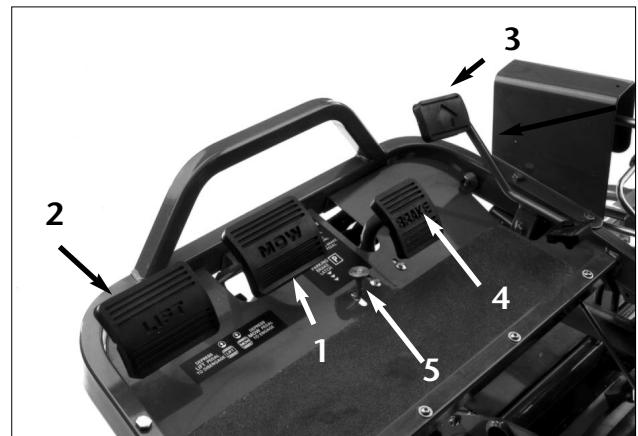
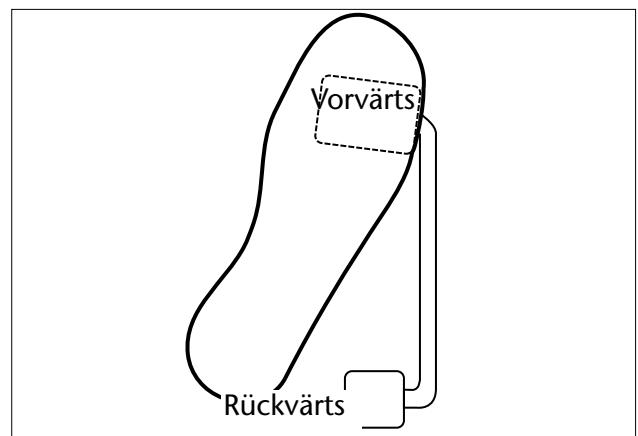

Bild 4
Bild 5
**MÄHPEDAL** (Bild 4)— Durchdrücken des Mähpedals GANZ nach unten während des Betriebs führt zum Absenken und Anstellen der Mähspindeln.
**BREMSPEDAL** (Bild 4)— Das Bremspedal aktiviert eine Trommelbremse nach Automobilart.
**HUBPEDAL** (Bild 4)— Drücken des Hubpedals während des Betriebs bringt die Spindeln zum Stillstand und hebt die Mähspindeln an. Das Hubpedal muß GANZ durchgedrückt werden, bis sich die Spindeln angehoben haben und vollständig zum Stillstand gekommen sind.
**FESTSTELLBREMSKNOPF** (Bild 4)— Durchdrücken des Bremspedals zum Aktivieren der Bremsen und nachträgliches Drücken des Feststellbremsknopfes hält die Bremsen zum Parken aktiv. Durch Drücken der Bremsen wird die Feststellbremse wieder gelöst. Die Feststellbremse aus Gewohnheit immer aktivieren, bevor die Maschine verlassen wird.
**FAHRPEDAL** (Bild 4)— Das Fahrpedal steuert den Vor- und Rückwärtsantrieb der Maschine. Zum Vorwärtsfahren das Oberteil des Pedals nach unten drücken, zum Rückwärtsfahren das Unterteil des Pedals durchdrücken. Beim Vorwärtsfahren die Ferse nicht auf Rückwärts abstellen (Bild 5).